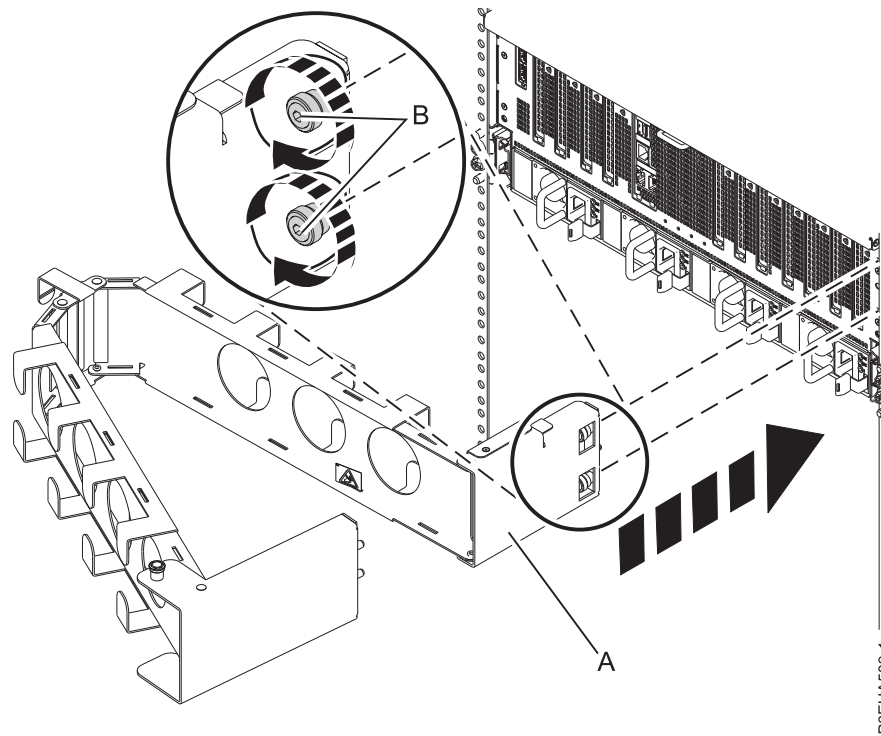

Abbildung 18. Innenplatte am Systemchassis befestigen
1. Befestigen Sie die Innenplatte (**A**) am Systemchassis, indem Sie die beiden Senkschrauben (**B**) per Hand in den Gewindebohrungen im Chassis festziehen, wie in Abb. 18 auf Seite 19 gezeigt. Verwenden Sie anschließend den T25-Hexschlüssel, der im Lieferumfang des Systems enthalten ist, um die Schrauben weiter anzuziehen.